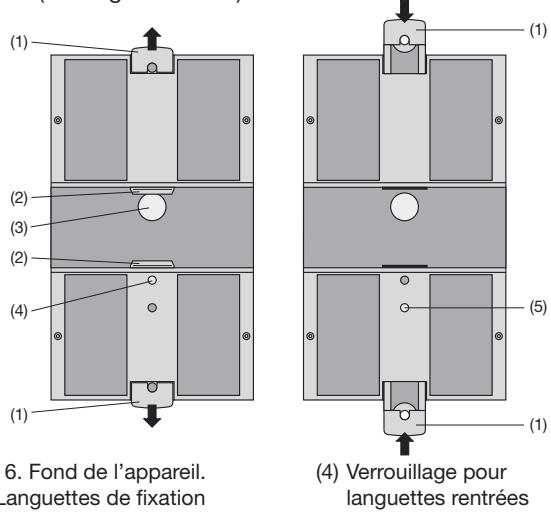

Fig. 6. Fond de l'appareil.
Tirer en dehors les languettes de fixation (1) en enfonçant en même temps le bouton de verrouillage (4) (voir Fig. 6 à gauche). Pour rentrer si nécessaire les languettes de fixation, il faut enfoncez le bouton de verrouillage (5) et en même temps glisser les languettes de fixation (1) dans la base du boîtier (voir Fig. 6 à droite).